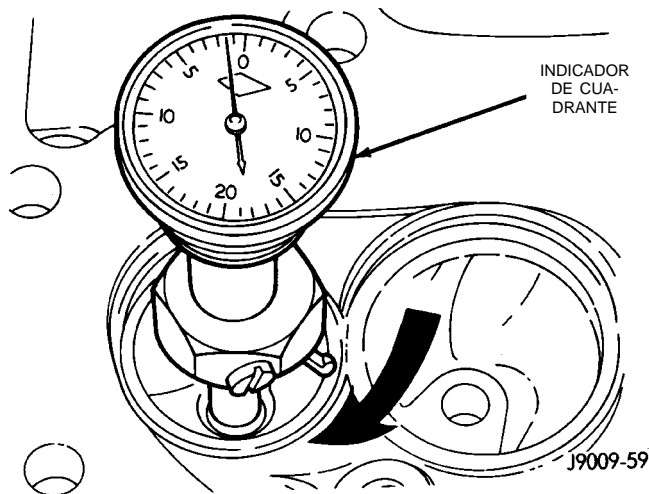

Fig. 64 Medición del descentramiento del asiento de válvula
(2) Para lograr la anchura de asiento indicada en las especificaciones, utilice piedras cónicas.
(3) El descentramiento del asiento de válvula no debe superar los 0,0635 mm (0,0025 pulg.) (Fig. 64).